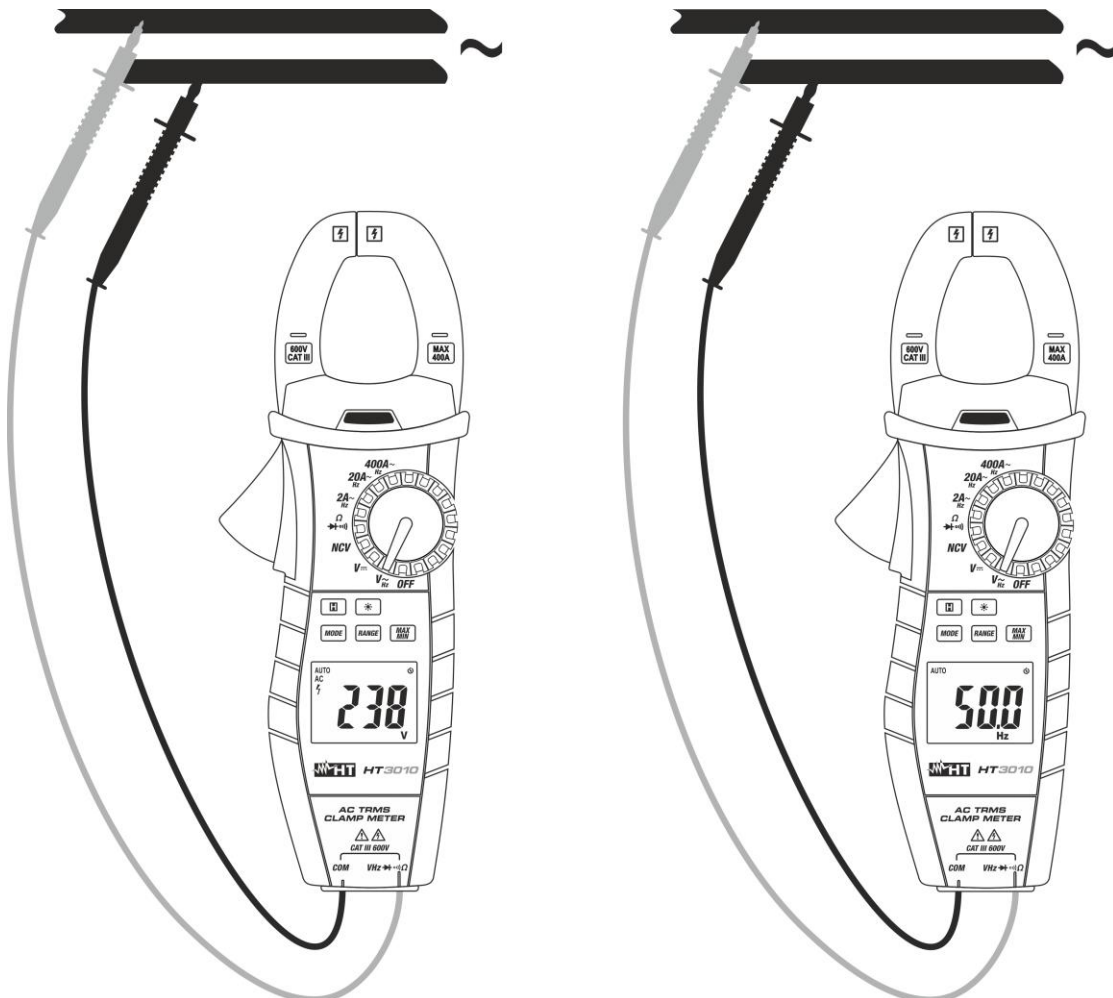

Fig. 5: Utilização da pinça na medição de Tensões CA y Frequência
3. Colocar as ponteiros nos pontos pretendidos do circuito em exame (ver Fig. 5). O valor da tensão é mostrado no display.